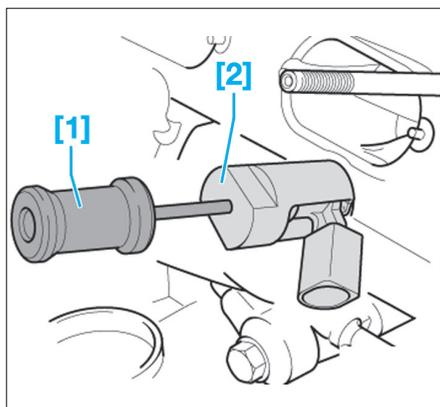

Fig. 44
- [1]. Extracteur (ref. T10133/1) (Fig.44).
- Visser le marteau à frapper [1] sur l'extracteur [2], puis le mettre en place sur l'injecteur (Fig.44).